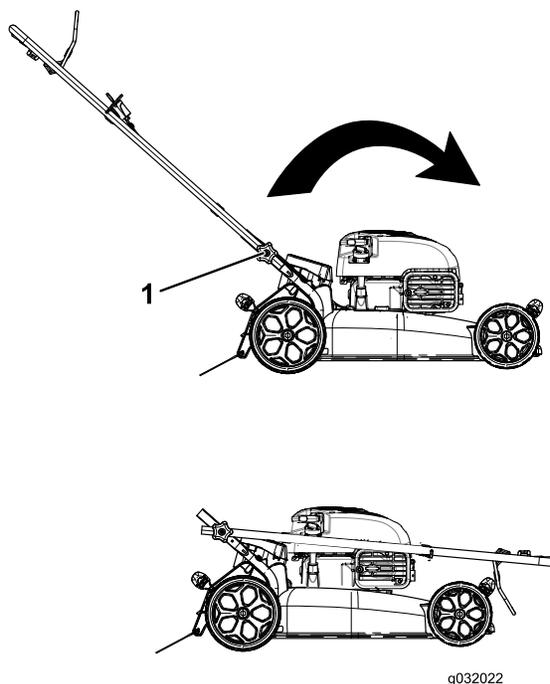

Figura 22
2. Solte os botões do manípulo até conseguir mover o manípulo livremente (Figura 22).
1. Botão do manípulo (2)
3. Mova o manípulo para frente, como indicado em (Figura 22).